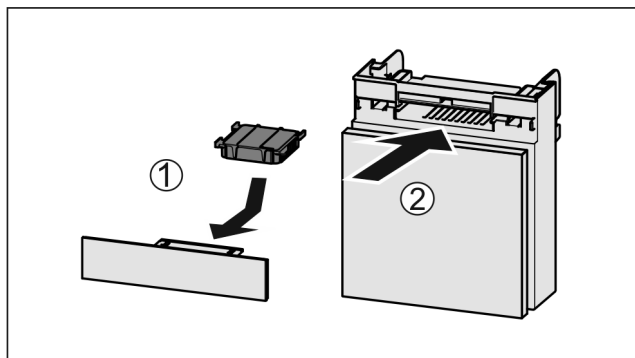

Fig. 165
- ▶ Aktivni ogljeni filter vstavite Fig. 165 (1) skladno s prikazom na sliki.
- ▷ Aktivni ogljeni filter se zaskoči. Če je aktivni ogljeni filter obrnjen navzdol: ▶ Predal potisnite noter Fig. 165 (2).